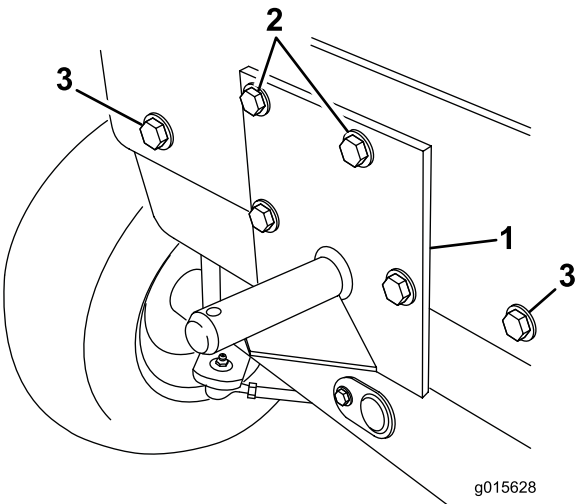

Bild 14
7. Modelle 30343 und 30344 mit Seriennummern ab 260000001: Setzen Sie zwei Schrauben (1/2" x 1-1/4") (liegen dem Kit bei) und die zwei vorher entfernten Sicherungsscheiben (1/2") und Flachscheiben (1/2") in die äußeren Rahmenlöcher, um den Innenballast zu befestigen (Bild 14).
8. Zugmaschinen mit Seriennummern 250000001 bis 259999999: Befestigen Sie die Oberseite der hinteren Füllkasten-Befestigungshalterung mit zwei Schrauben (1/2" x 1-1/4"), einem Befestigungsriemen und zwei Sicherungsmuttern (1/2") am Rahmen (Bild 14).
9. Zugmaschinen mit Seriennummern ab 260000001: Befestigen Sie die Oberseite der hinteren Füllkastenhalterung mit zwei Schrauben (1/2" x 3"), einem Befestigungsriemen, zwei Flachscheiben (1/2") und zwei Sicherungsmuttern (1/2") am Rahmen, wie in Bild 14 abgebildet.